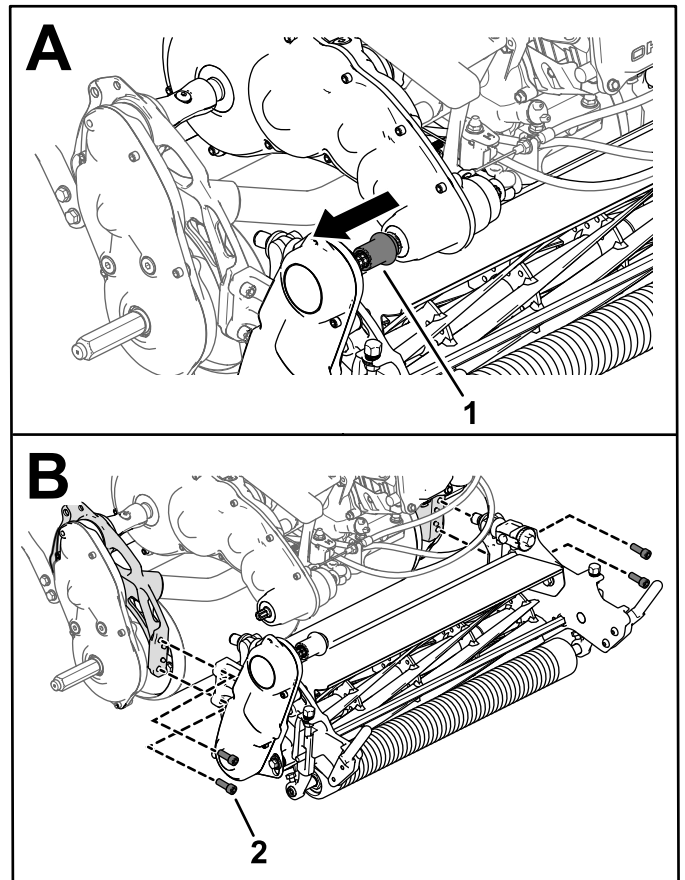

Figure 52
- Retirez le coupleur d'entraînement de l'unité de coupe de l'arbre de transmission (Figure 52).
4. Déposez les vis à tête creuse qui fixent l'unité de coupe au cadre (Figure 52).